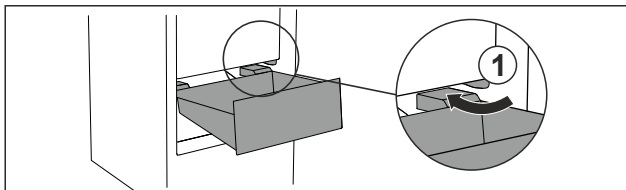

Fig. 34
- ▶ Zásuvku ved'te šikmo podél zářezek Fig. 34 (1).